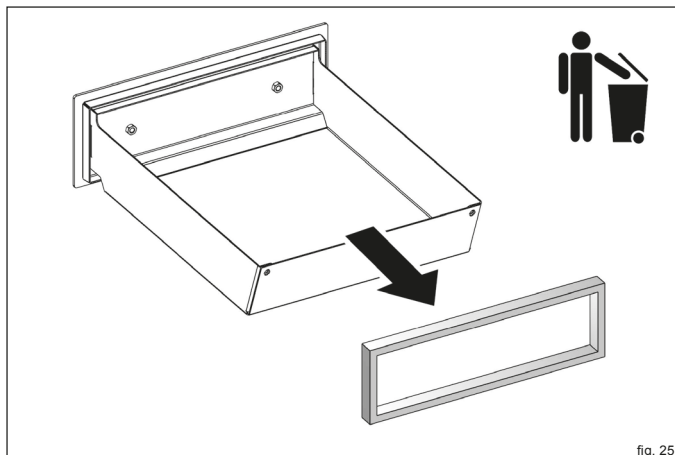

fig. 25
- ▶ Estrarre la vecchia guarnizione dalla guida e smaltirla tra i rifiuti (fig. 25).